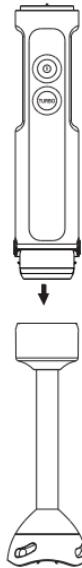

Abb. 1
- Setzen Sie den Mixeraufsatz (1) in die Motoreinheit ein, bis die Verriegelungen (2) einrasten, vergewissern Sie sich, dass der Aufsatz sicher befestigt ist (Abb. 1).
- Tauchen Sie den Stabmixeraufsatz (1) in einen Behälter mit Nahrungsmitteln, die Sie zerkleinern/mixen möchten, ein, dafür können Sie den Becher (11) benutzen.
ACHTUNG! Bei der Verarbeitung von Nahrungsmitteln halten Sie die Motoreinheit mit dem Stabmixeraufsatz (1) aufrecht. (Abb. 1)
- Um das Gerät einzuschalten, drücken und halten Sie die Taste (4) «◎». Benutzen Sie diesen Betrieb, um
- Lassen Sie die Taste (3 oder 4) los, um die Drehung des Stabmixeraufsets (1) auszuschalten.
- Nach der Gerätenutzung ziehen Sie den Netzstecker aus der Steckdose heraus und nehmen Sie den Mixeraufsat (1) ab, indem Sie die Verriegelungstasten (2) drücken (Abb. 1).